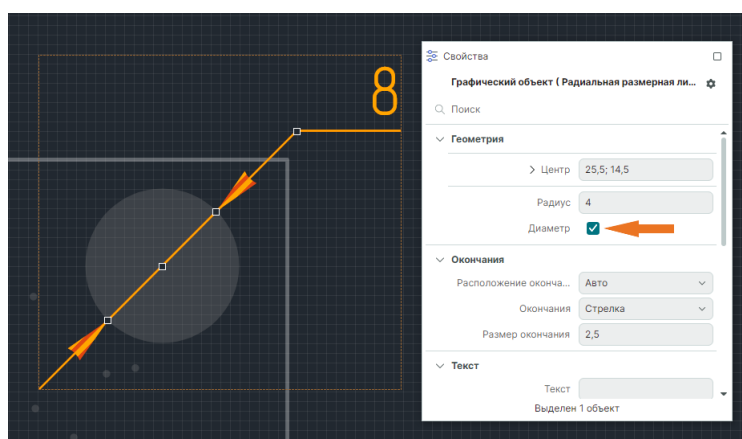

Рис. 273 Изменение измерения
5. В момент размещения и после измерение радиуса может быть изменено на измерение диаметра в панели «Свойства» с помощью установки флага в чек-бокс «Диаметр», см. Рис. 273.